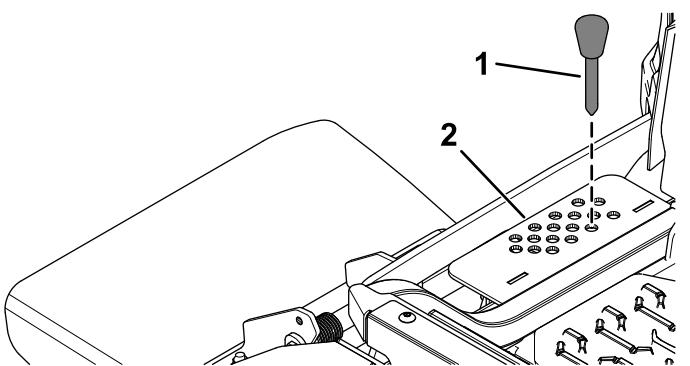

Figura 31
- Selectai un orificiu din consola pentru înălțimea de tăiere care corespunde înălțimii de tăiere dorite i introducei tifful (Figura 31).